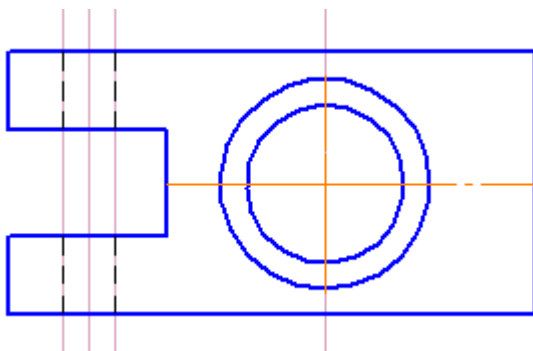

Рис. 4. Вид сверху
- отрезком постройте осевые линии этих отверстий, изменив стиль линии на **Осевую** (рис. 4). Не забудьте изменить стиль линии обратно на **Основную**;